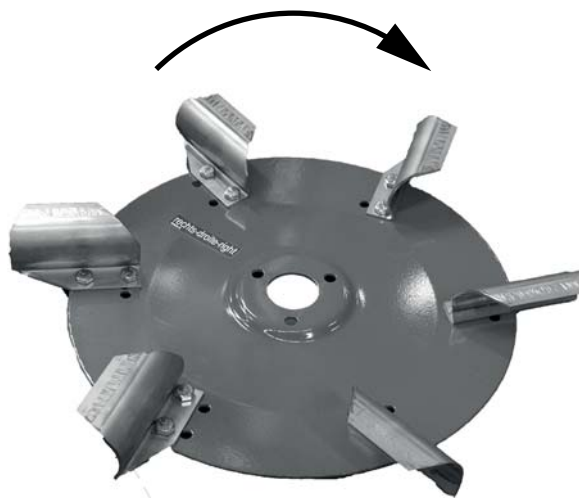

Figura 7.8: Senso di rotazione del disco di lancio
1. Prestare attenzione al senso di rotazione del disco di lancio. Vedere figura 7.8.